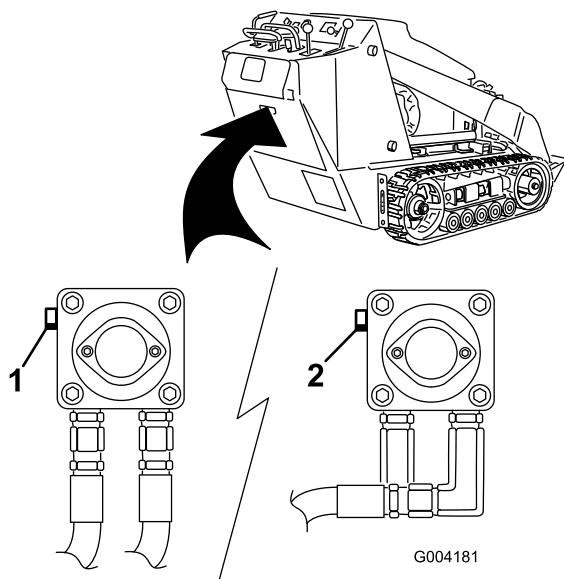

Bild 23
3. Drehen Sie die Schleppventile auf der Hydraulikölpumpe mit einem Schraubenschlüssel zweimal entgegen dem Uhrzeigersinn (Bild 23).